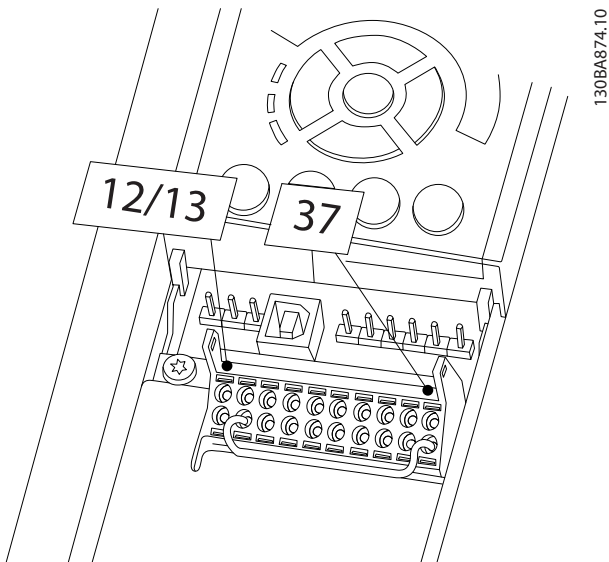

図 2.23 端子 12/13 (24 V) および 37 間のジャンパー
1. コントロール端子 37 と 12 または 13 の間のジャンパー線を除去します。短絡を回避するためには、ジャンパーを切断/断線するのでは不十分です。（図 2.23 のジャンパーを参照してください。）
LCPの下部にある状態行に AUTO REMOTE COASTING (自動遠隔フリーラン)、あるいは、警報 60 外部インターロックが表示されている場合、ユニットが動作可能状態になっていますが、端子 27 には入力信号がありません。詳細は、図 2.23 を参照してください。